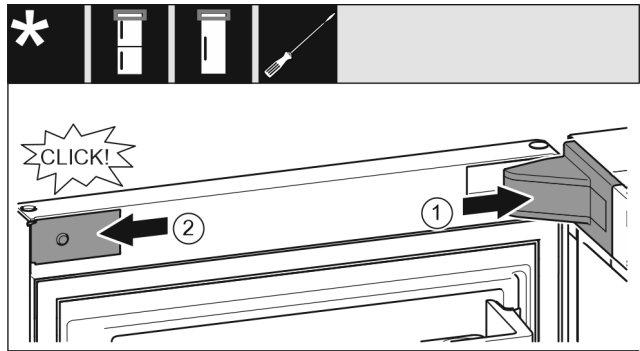

Fig. 21
- Lagerbockabdeckung aufsetzen und einrasten, ggf. vorsichtig auseinanderdrücken. Fig. 21 (1)
- Blende seitlich ansetzen und einrasten. Fig. 21 (2)